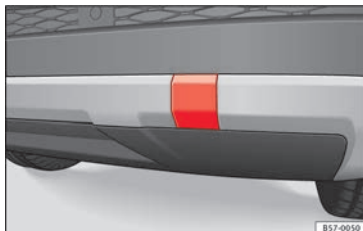

Fig. 100 Sul lato destro del paraurti posteriore: estrarre il coperchio.
L'alloggiamento dell'occhiello di traino avvitabile è situato sul lato destro del paraurti posteriore, dietro a un coperchio » **fig. 100**. I veicoli dotati di serie di un dispositivo di traino **non** dispongono di un alloggiamento per
- Per sbloccarlo, premere sull'area superiore del coperchio » **fig. 100**.